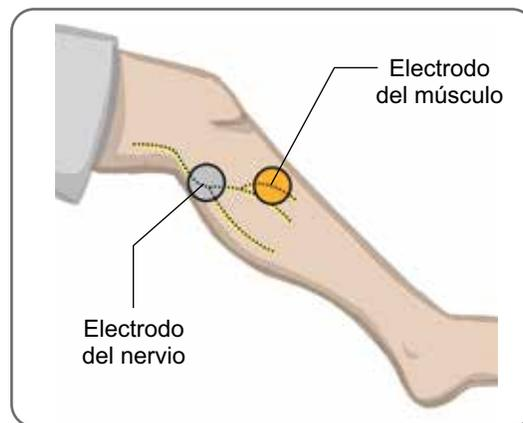

Ilustración 8-3: Colocación de los electrodos en la pierna.
8. Coloque un electrodo (el electrodo del nervio) sobre el nervio peroneo común, en una posición distal y levemente posterior con respecto a la cabeza del peroné. Consulte la ilustración 8-3.